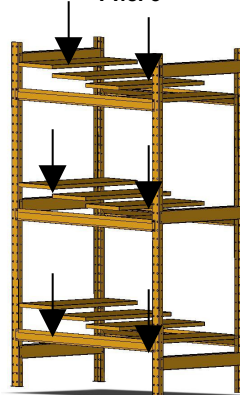

Рис. 4
4. Положить полки на несущие балки (Рис.4).